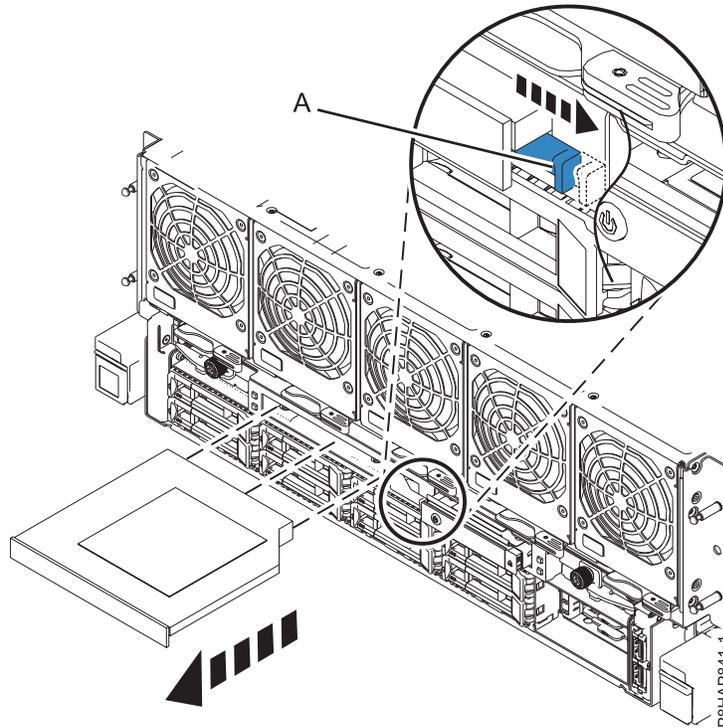

図 4. DVD ドライブの取り外し
- a. 6 ページの図 4 に示すように、青色のレバー **(A)** を右方に引きます。